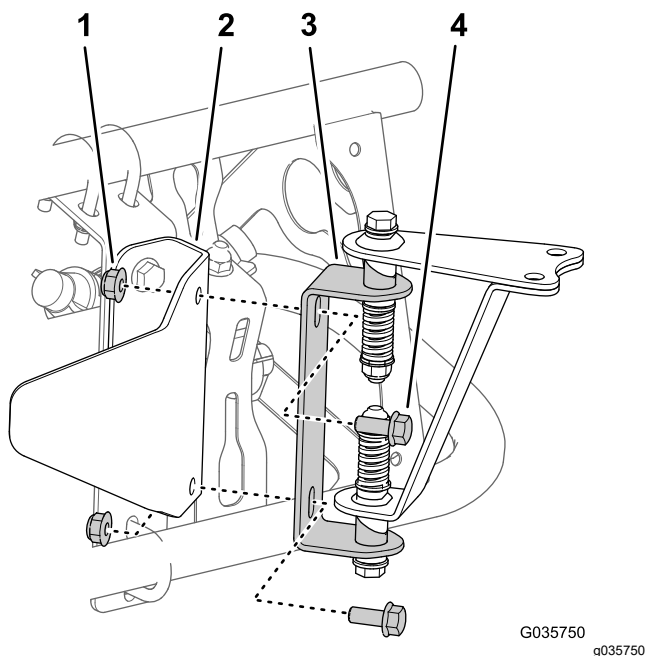
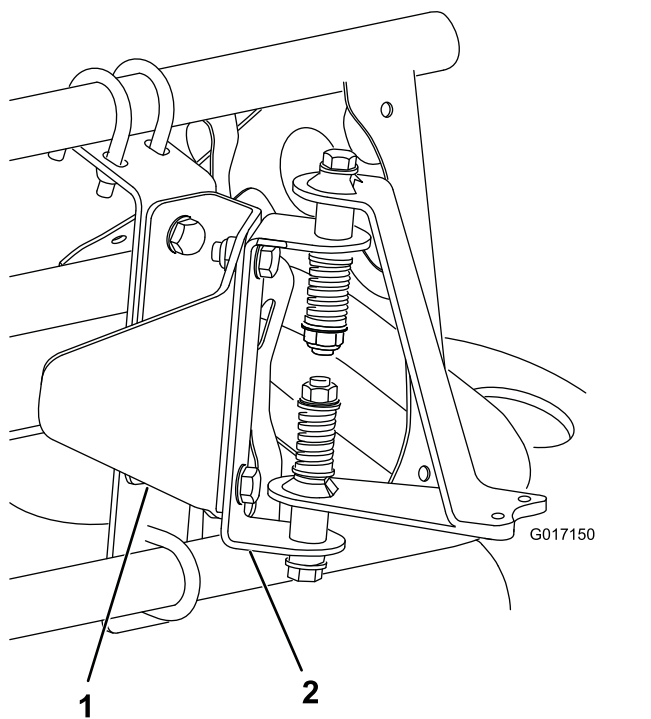

図 17
図 18
3. センサーガードブラケットにセンサー取り付け金具を取り付けるボルト $\frac{5}{16} \times \frac{3}{4}$ "、2本とロックナット $\frac{5}{16}$ " 2個を使用カバーなしブームの場合は 図 17、カバー付きブームの場合は 図 18 を参照。